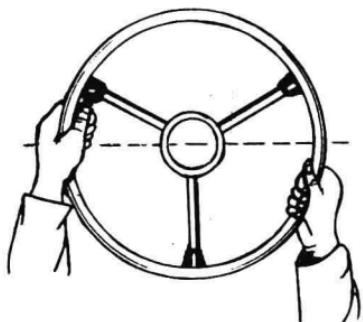

图 1-2 手握方向盘的姿势
(1) 两手握方向盘时，应分别位于方向盘轮缘左、右两侧，姆指向上自然伸直，并靠住轮缘，四指由外向里握住轮缘。
(2) 两手在方向盘上的位置：若把方向盘视为对着自己的时钟面，则左手位于 9~10 时之间，右手位于 3~4 时之间，如图 1-2 所示。也可将左右手分置于钟表上的三时差一刻的分针与时针指向位置，两手呈水平线握方向盘轮缘。